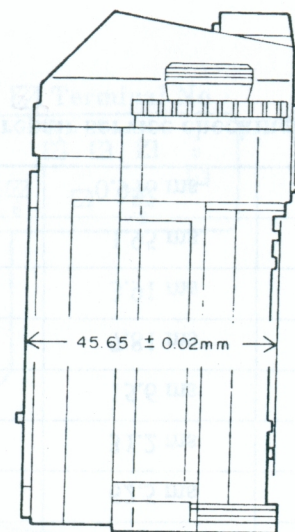

Fig. 58
6. Body back (see Fig. 58, 59)